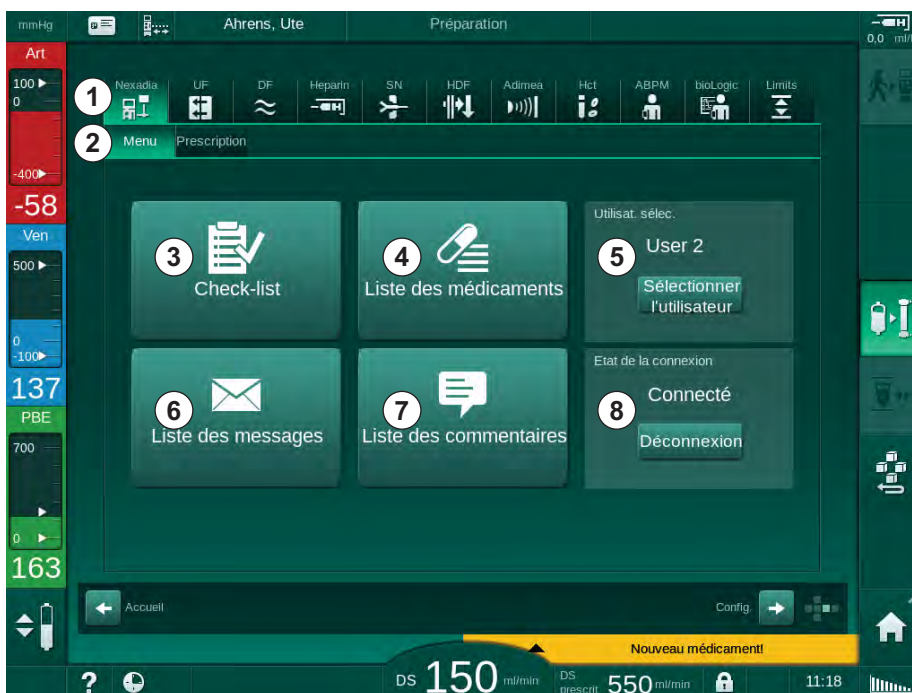

Fig. 11-30 Menu Nexadia sur l'écran Entrée
Lors de l'utilisation de Nexadia, l'appareil est en mesure d'envoyer et / ou de recevoir des informations (par ex. messages, commentaires et listes) entre l'appareil et le serveur de données. Il y a également une sélection de l'utilisateur. Ces fonctions sont gérées dans le menu Nexadia. Ce menu s'ouvre en touchant l'icône *Nexadia* (Fig. 11-30 , ① ) et le bouton *Menu* ② sur l'écran *Entrée*.